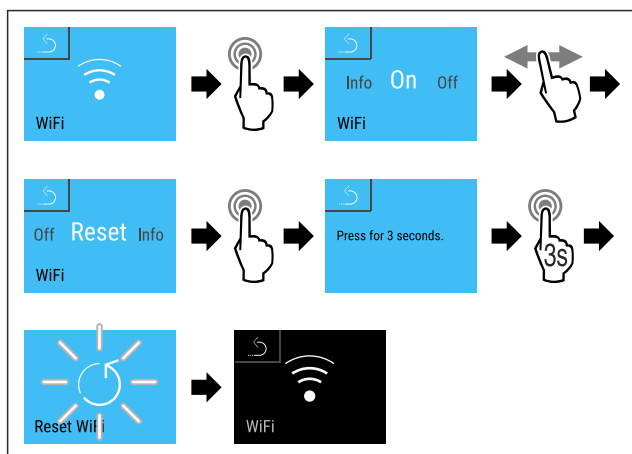

Fig. 122
- ▶ Stappen (zie Fig. 122) uitvoeren.